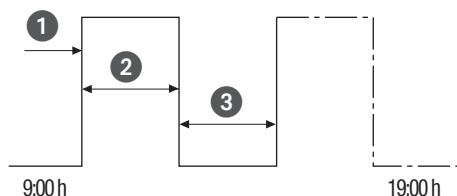

Abb. 32: Zyklusschaltung
- (Abb. 32/①) Startzeit
- (Abb. 32/②) Dauer EIN = Schaltung EIN
- (Abb. 32/③) Dauer AUS = Schaltung AUS